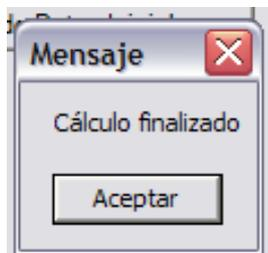

Figura 4.7: Mensaje de cálculo de tensiones finalizado.
- Resultados: aparece únicamente el botón “Calcular”, al hacer clic sobre él, se realiza el cálculo. Recibirá un mensaje por pantalla cuando haya finalizado (ver figura 4.7).